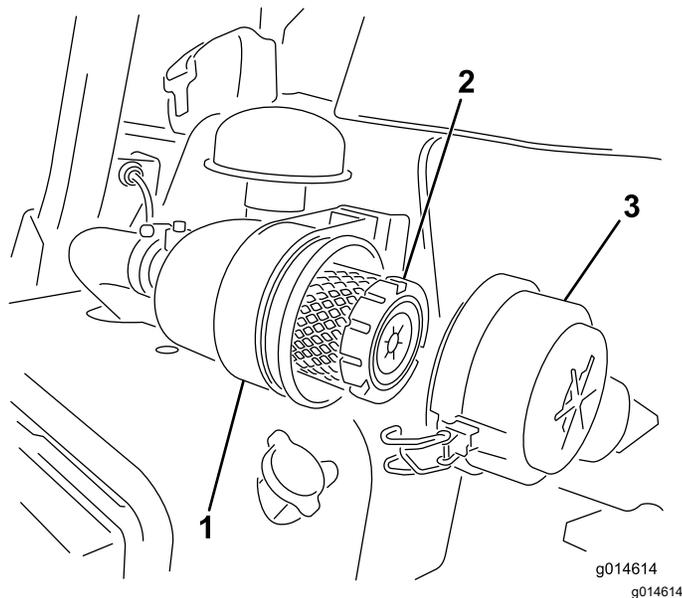

図 29
1. エアクリーナのカバーをボディーに固定しているラッチを外す 図 29。
7. ラッチをしっかりとは掛ける 図 29。